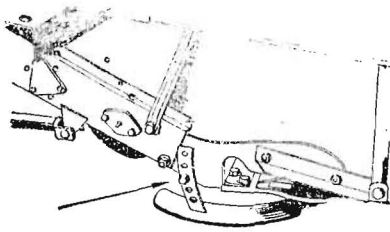

Bild 10
2. Stoppelhöhe mit Hilfe der Gleitsohlen (Bild 10) einzustellen.
2. Höhe der Aufnahmetrommel vom Erdboden einstellen, mit Hilfe der Gleitsohlen (wie Bild 10).